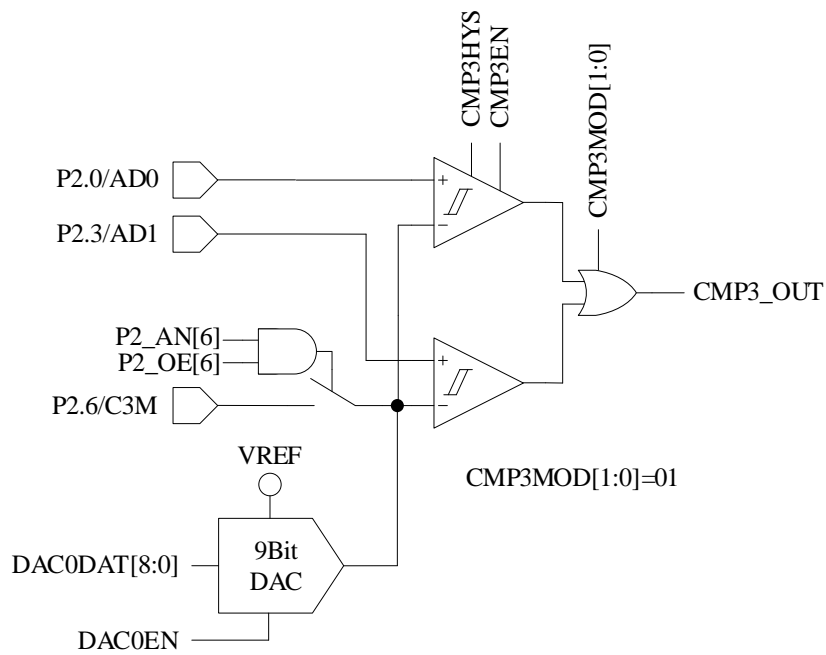
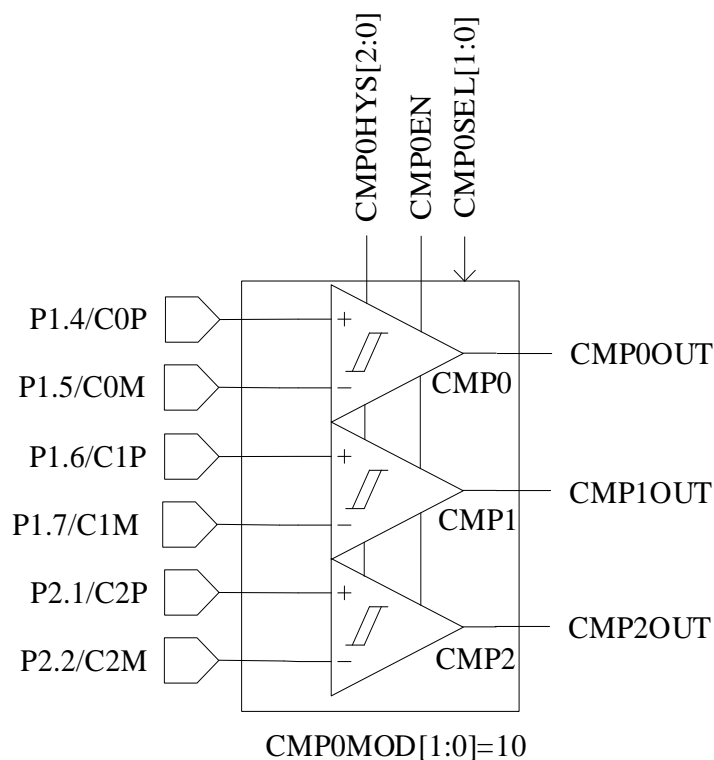

图 28-3 双比较器输入模式
图 28-11 差分三比较器模式
- 配置 CMP\_CR1[CMP3MOD] = 01，CMP3 为双比较器输入模式，具体输入输出端口及接法如图 28-3 所示
配置  $CMP\_CR2[CMP0MOD] = 10$ ，选择差分三比较器模式，输入输出端口如图 28-11 所示，用于差分 Hall 传感器检测电机转子位置。三比较器的负输入端分别接 P1.5、P1.7 和 P2.2，正输入端分别接 P1.4、P1.6 和 P2.1，输出分别为 CMP0OUT、CMP1OUT 和 CMP2OUT。此模式下具体比较器工作个数由  $CMP\_CR2[CMP0SEL]$  决定， $CMP\_CR2[CMP0SEL]=00$ ，CMP0、CMP1 和 CMP2 三比较器同时工作，为推荐设置； $CMP\_CR2[CMP0SEL] = 01$ ，仅 CMP0 工作，其余两个 CMP 闲置； $CMP\_CR2[CMP0SEL] = 10$ ，仅 CMP1 工作，其余两个 CMP 闲置； $CMP\_CR2[CMP0SEL] = 11$ ，仅 CMP2 工作，其余两个 CMP 闲置。
10: 三差分比较器模式, 参考图 28-11 差 11: 双比较器模式, CMP0/CMP1 工作, CMP2 不工作, 参考图 28-3
00	CMP0/1/2 同时工作, 参考图 28-11, 3 个比较器的正输入端分别接 COP、C1P、C2P, 与之对应的负输入端分别接 COM、C1M、C2M, 其输出结果分别送至 CMP0OUT、CMP1OUT、CMP2OUT。